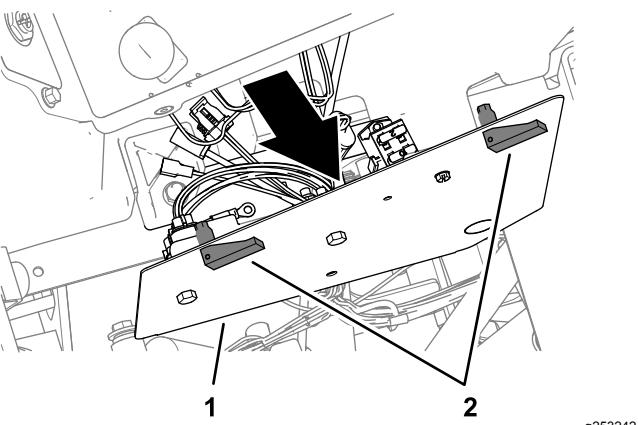

Figura 12
2. Desloque a placa o suficiente para aceder à cablagem da máquina (Figura 12).